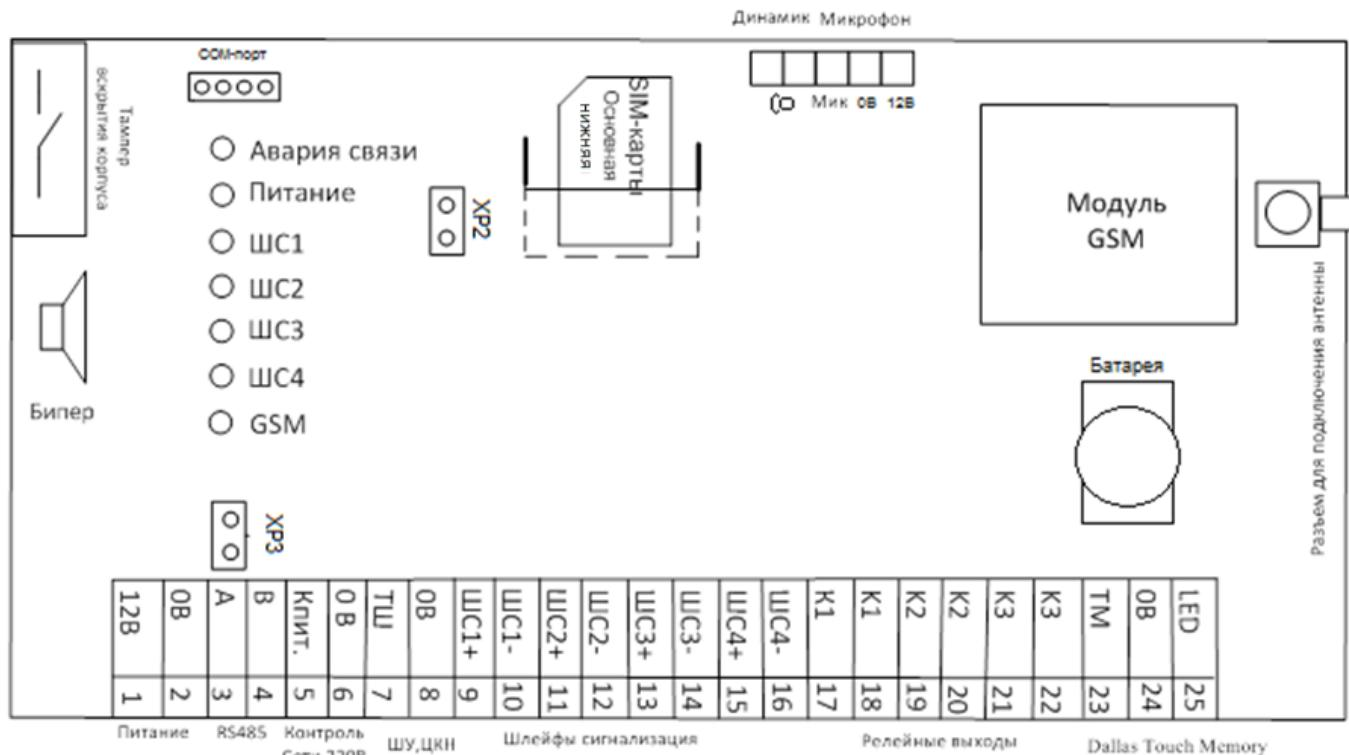

Рисунок 1. Блок схема «YO-4C»
- для использования устройства в режиме «Мастер», после программирования прибора, следует снять перемычку XP2 (см. рисунок 1). В остальных случаях должна быть установлена;